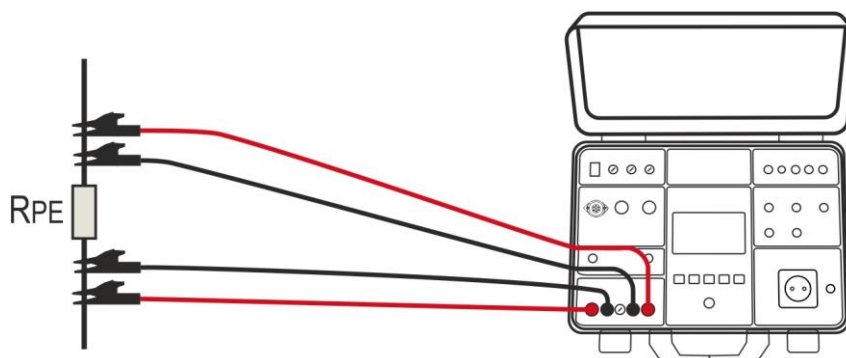

Fig. 30: Collegamento dei terminali di misura in funzione RPE-4WIRE
5. Collegare i terminali di misura come mostrato nella seguente Fig. 30